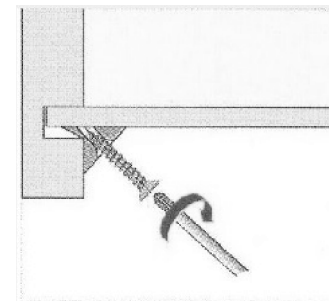

Рис.5
8. Установить соединители задней стенки (Рис. 5).